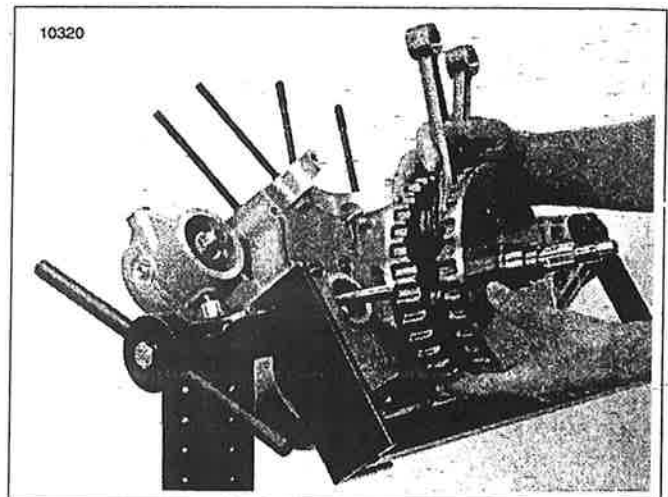

Figura 6-34. Desmontaje de los volantes de la mitad derecha del cárter
14. Vea la Figura 6-34. Extraiga el conjunto del volante de la mitad derecha del cárter.